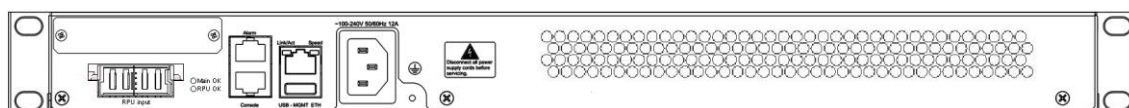

Figura 18. ETH44GP+4GC com Conectores de Alimentação
O equipamento é alimentado através de um cabo de força com a terminação de um plugue de três pontas. Este cabo pode ser conectado a qualquer tipo de fonte de alimentação AC que contenha as especificações necessárias, dentro dos limites de tensão e corrente mencionados no item 5.2.1. Caso esteja sendo alimentado um DM4100 modelo ETH44GP conforme Figura 18, o cabo de alimentação deverá possuir pinos de conexão com capacidade para 20A em função da maior capacidade de consumo devido a alimentação das portas com PoE. Para os demais modelos, o cabo poderá suportar 10A.